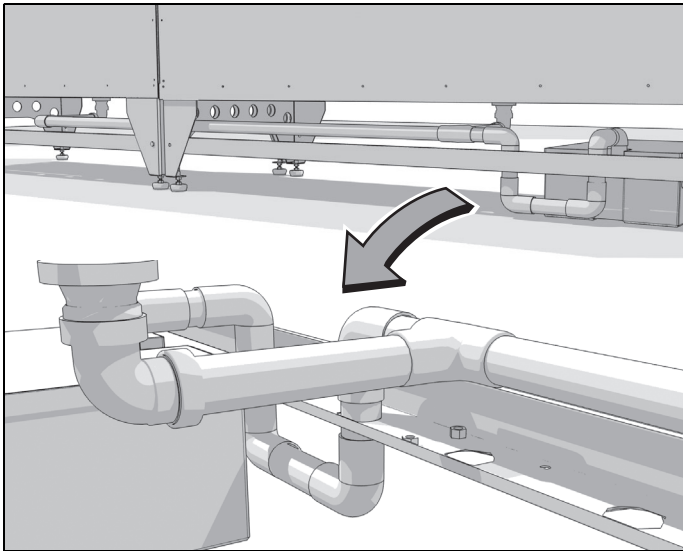

Fig. 4.8: Oliecontainer voor twee filterbanken
- Zie Fig. 4.8 voor montage van één oliecontainer op twee luchtinlaatmodules.